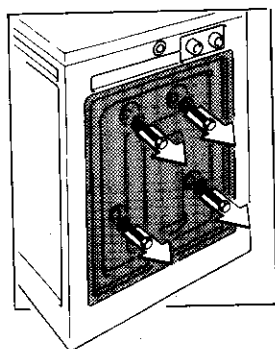

Fig. 2
- Desserrez et enlevez les 4 vis de blocage de la cuve situées à l'arrière (Fig. 2).